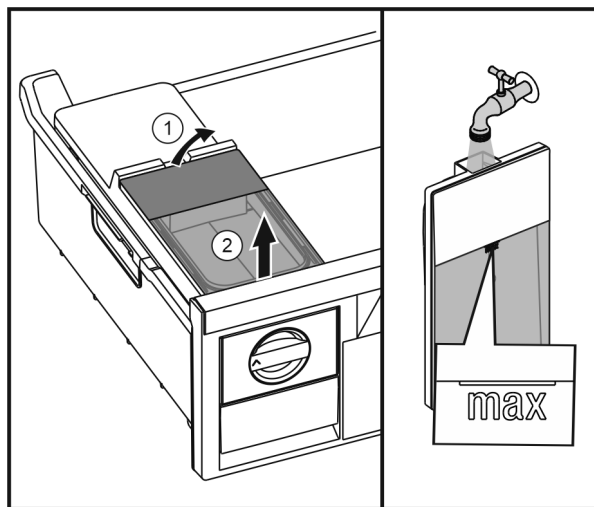

Fig. 30
- ▶ Levantar el depósito de agua por detrás Fig. 30 (1) y extraerlo hacia arriba Fig. 30 (2).